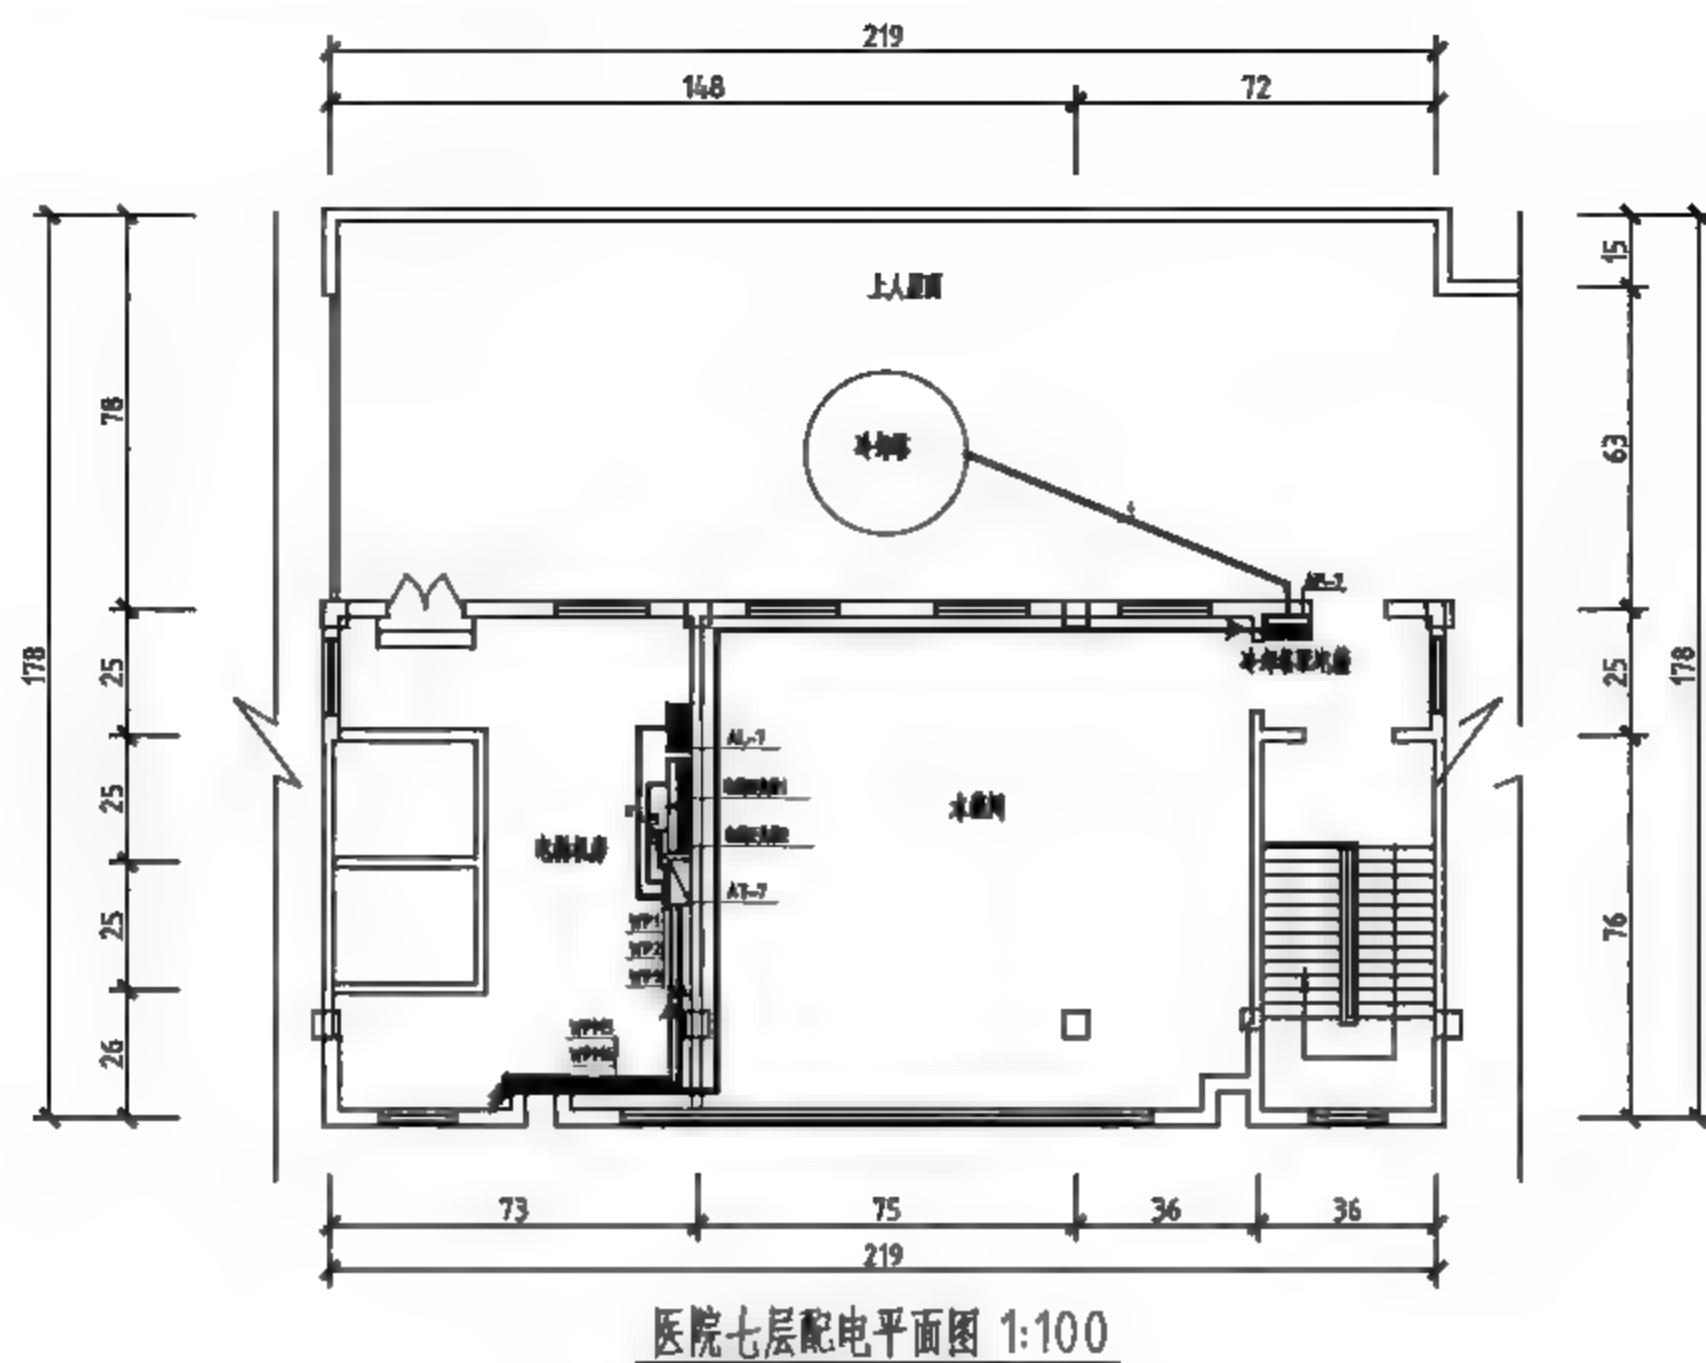

图5-160 标注结果
医院七层配电平面图主要用来讲述如何在空间中布置配电箱以及配电箱线路走向的方法。通过绘制如图5-160所示的医院七层配电平面图，主要学习【多重引线】命令和【线性标注】命令的应用方法。
(3) 调用DLI【线性标注】命令和DCO【连续标注】命令，完善配电平面图，得到最终效果见图5-160。